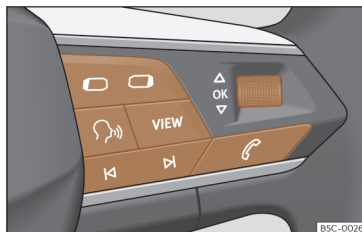

Fig. 60 Lado direito do volante multifunções: botões para utilizar os menus e as indicações informativas do painel de instrumentos (conforme versões).
Enquanto existir uma advertência com prioridade 1» Página 75 , não será possível aceder a nenhum menu. Algumas advertências podem ser confirmadas e ocultadas com o botão **OK** do volante multifunções» **Fig. 60** .
- Se aparecer uma mensagem ou o pictograma de um veículo, pressione o botão **OK** » **Fig. 60**; se for necessário, várias vezes.
- Para mudar de menu use os botões **◀** ou **▶** » **Fig. 60** .
- Para abrir o menu ou a indicação informativa exibida, pressione o botão **OK** » **Fig. 60** ou espere alguns segundos até que o menu ou a indicação informativa se abra automaticamente.
- No menu visualizado, rode a rodinha direita do volante multifunções» **Fig. 60** até que a opção de menu desejada fique realçada. A opção aparece assinalada.
- Pressione o botão **OK** » **Fig. 60** para realizar as alterações desejadas. Uma marca indica que a função ou o sistema em questão estão ativos.
Pressione o botão **◀** ou **▶** » **Fig. 60** .